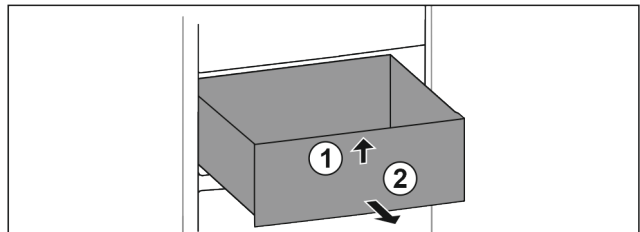

Fig. 120
- ▶ Eleve la parte frontal del cajón. Fig. 120 (1)
- ▶ Extraiga el cajón hacia delante. Fig. 120 (2)